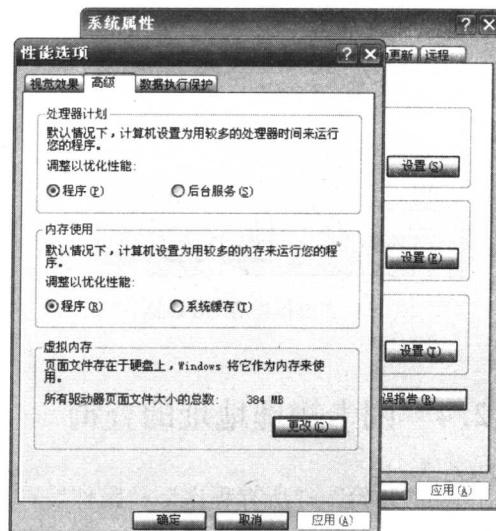

图 1-2 “性能选项”对话框
② 单击“高级”选项卡再单击“性能”选项中的“设置”按钮,弹出“性能选项”对话框,如图 1-2 所示。